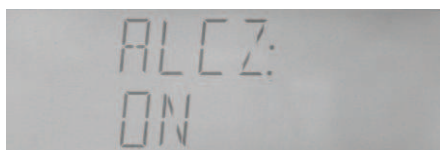

Figura 4-17 Conmutador automático LCR
- a) Seleccione "ALCZ" mediante **【▲】** o **【▼】**, como muestra la figura 4-17.